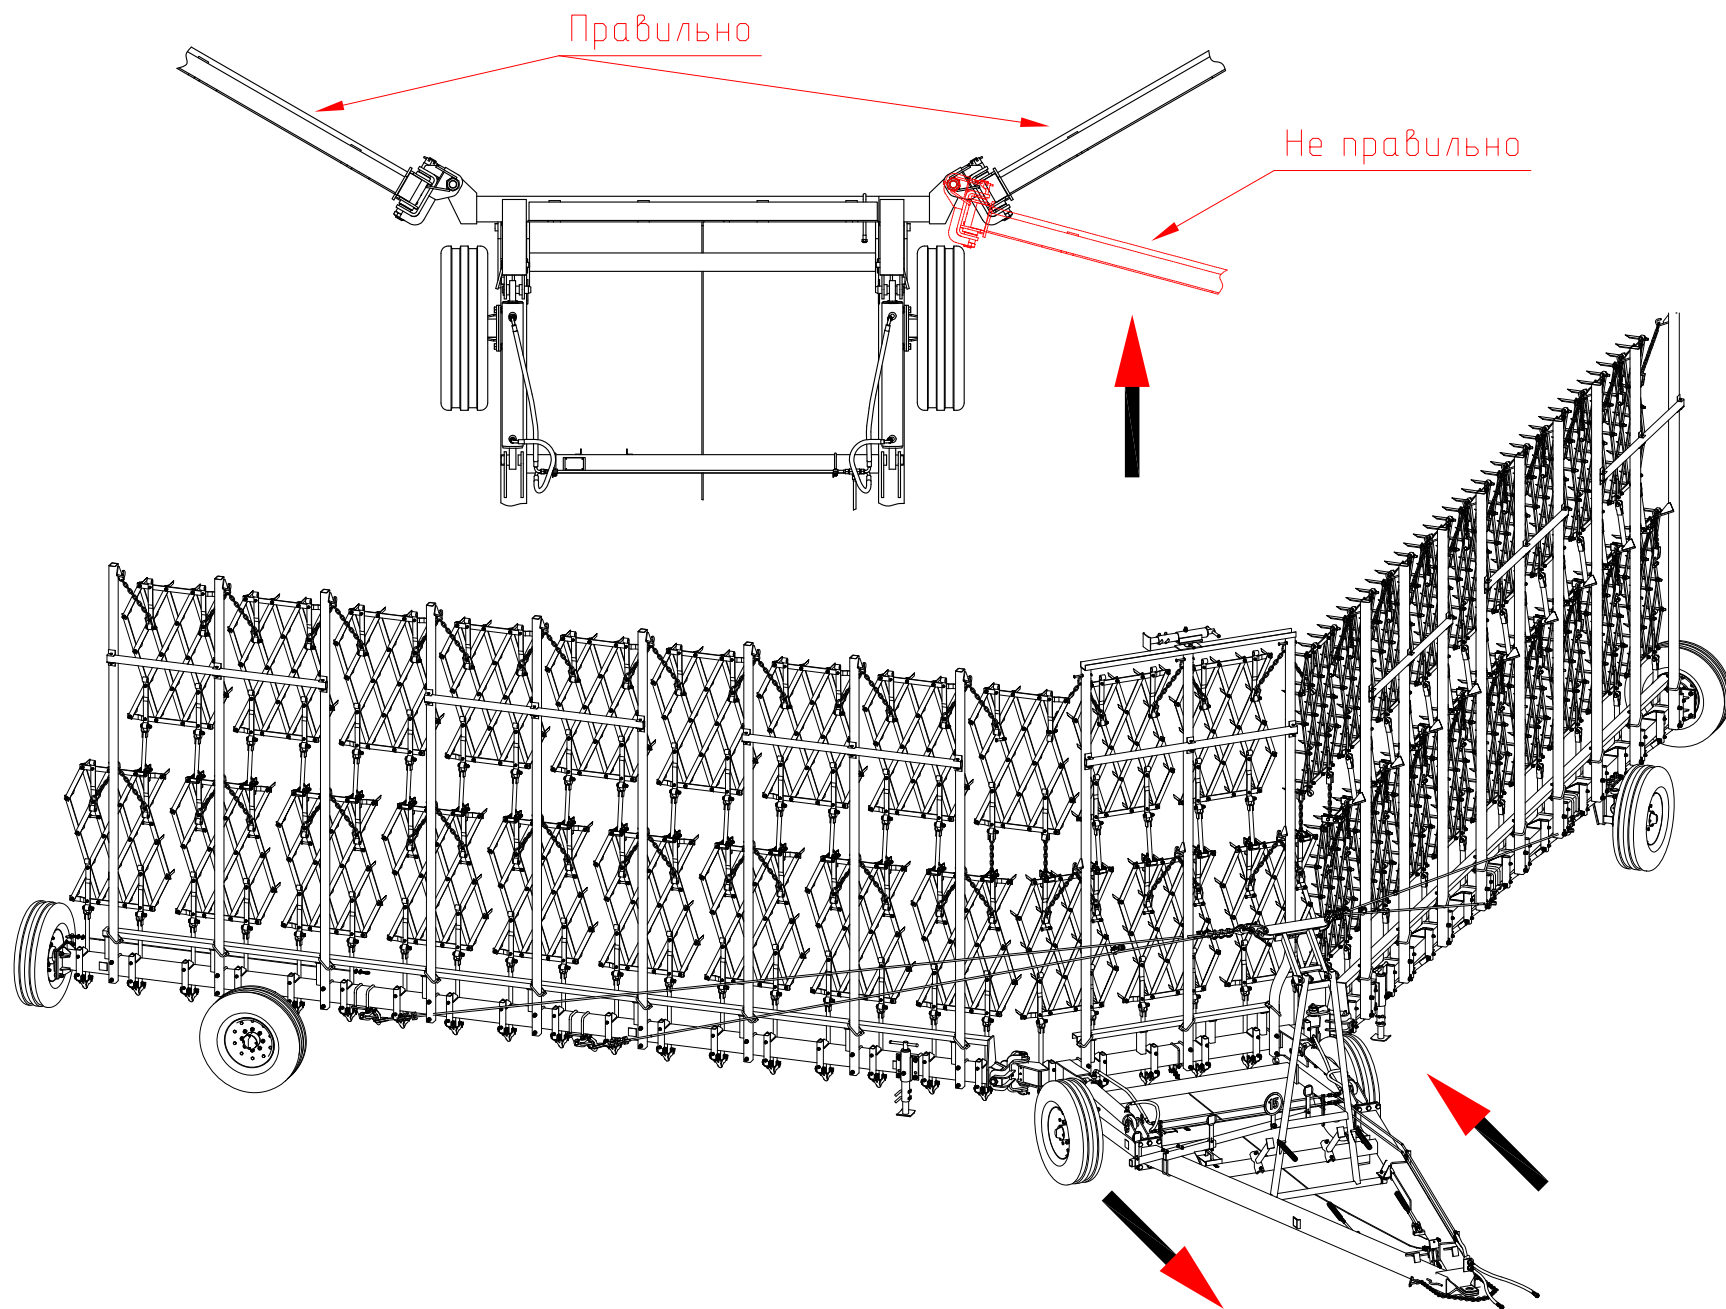
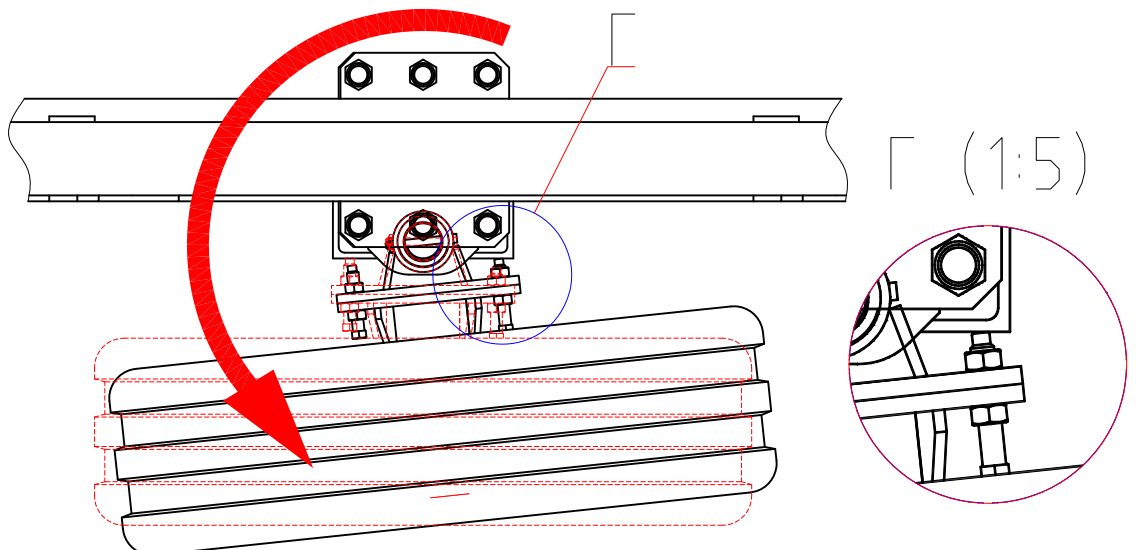

Рис.16 Маневр для перевода сцепки в транспортное (рабочее) положение.
Рис.17 Регулировка транспортных колес боковых балок
7.4.5.Отрегулировать опорные колеса винтами 8 (рис.7) так , чтобы по-лучился небольшой угол схождения по ходу сцепки (см. рис.17.а). Это делается для того, чтобы боковые балки при движении вперед не разъезжались, а при переводе сцепки в рабочее положение они при движении назад они автоматически разъезжались (см.рис.17.б).
7.5.2.Движением трактора назад (рис.17) перевести боковые балки с боронами в рабочее положение (рис.16) ( в одну линию с центральной балкой ).
- продолжать движение задом в случае если одна из балок уже переведена в пред рабочее положение (находится на одной линии с центральной балкой), а другая боковая балка не находится на одной линии с центральной балкой (рис.17)
Рис.17а
Рис.17б